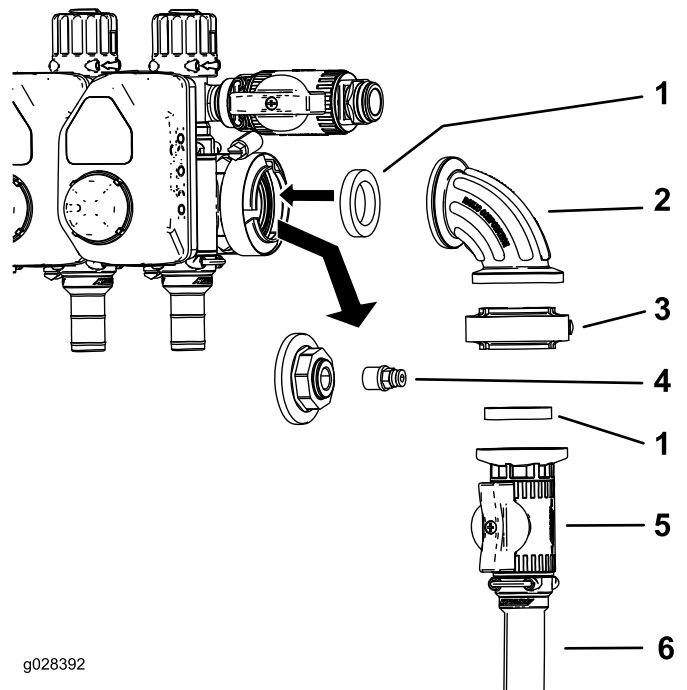
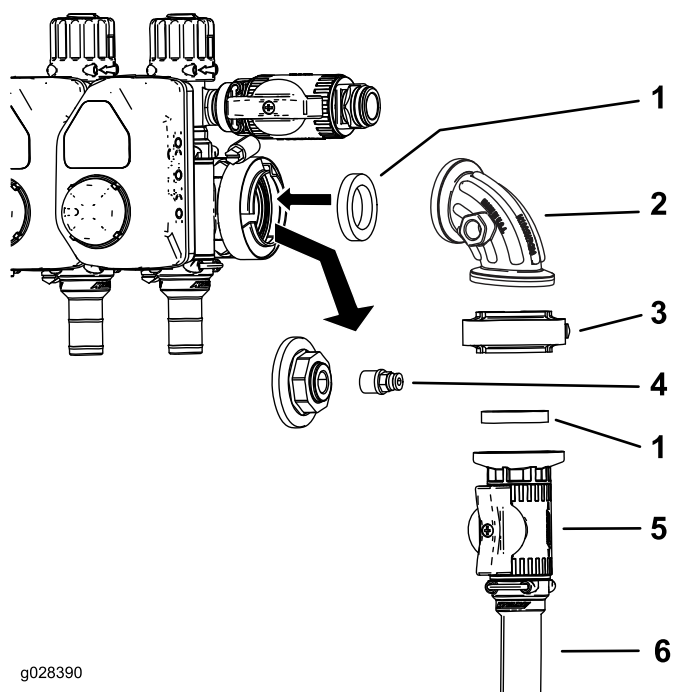

Figura 7
Figura 8
1. Rimuovete il morsetto flangiato che fissa il tappo terminale e un accoppiatore allo sportello del manometro (Figura 7 o Figura 8).
2. Togliete l'accoppiatore dal tappo terminale (Figura 7 e Figura 8).
3. Montate il gruppo valvola di regolazione come illustrato in Figura 8 o Figura 7.
4. Montate l'accoppiatore nel foro aperto del raccordo a 90 gradi (Figura 7 o Figura 8).
Nota: Lo sportello nella parte laterale del raccordo a 90 gradi per Multi Pro 1750 e Multi Pro WM si trova sul lato anteriore (non illustrato) del raccordo nella Figura 7.
5. Collegate il flessibile di alimentazione dell'avvolgitubo alla valvola di regolazione con una fascetta stringitubo (Figura 7 o Figura 8).